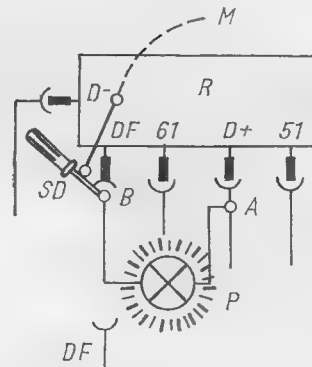

Bild 64
- Mit Schraubendreher (o. ä. Hilfsmittel) Direktverbindung zwischen Klemme DF (Regler) und Reglerkappe (Masse) herstellen (siehe Bild 64).